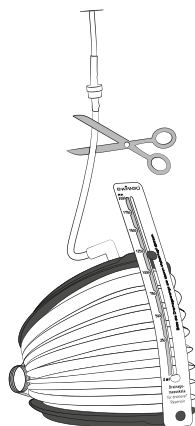

Fig. 1
4. Coupez maintenant le tuyau en dessous de la valve anti-reflux* (Fig.1). Jetez le morceau de tuyau coupé avec le clamp et l'embout d'insertion spécifique. Si nécessaire, utilisez le champ bleu fourni. Pour permettre l'évacuation du liquide contenu dans le réservoir, placez le réservoir à l'envers au dessus des